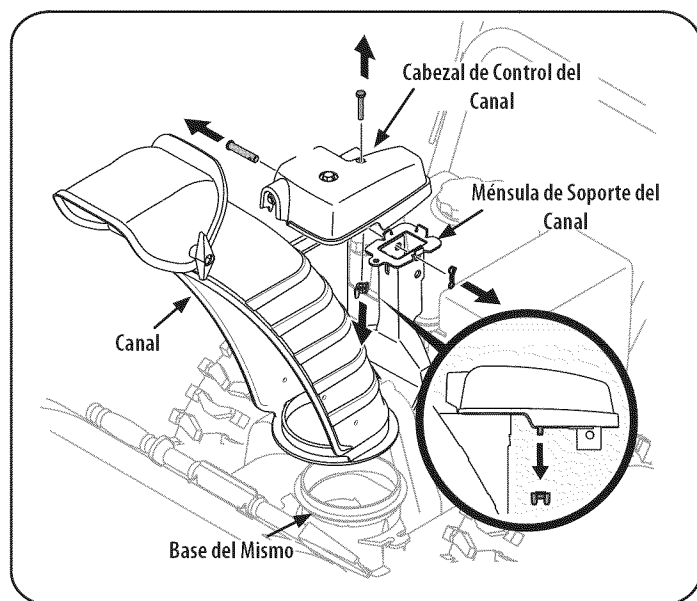

Figura 4
5. Quitar la tuerca mariposa y el tornillo hexagonal de la cabeza de control del canal y el pasador de horquilla y pasador del soporte de soporte del canal. Posición del conducto (mirando hacia el frente) sobre la base conducto. Véase la Figura 4.